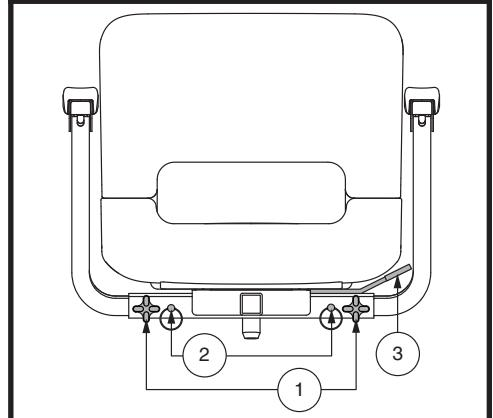

Figura 24. Regolazioni del sedile
La leva di rotazione del sedile, ubicata sulla destra della base del sedile, può essere usata per bloccare il sedile in diverse posizioni. **Vedere figura 24.**
1. Allentare le manopole di regolazione del bracciolo. **Vedere figura 24.**